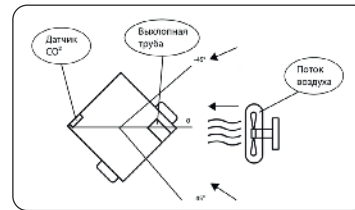

Рис. 8
**ВНИМАНИЕ!** При эксплуатации генераторов с датчиком угарного газа следует соблюдать определенные правила. Во избежание ложных срабатываний следует избегать описанных ниже условий: датчик угарного газа работает только при плюсовой температуре (больше 0 °С). Сильный поток воздуха с направления 45 градусов от оси выхлопное отверстие-датчик (Рис. 8).